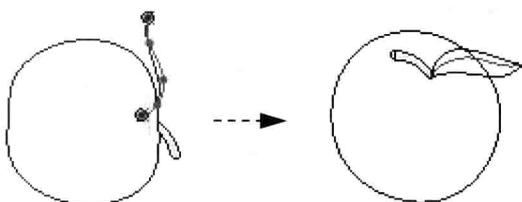

图 1-17 绘制苹果叶的中间轮廓曲线
- (6) 在 FRONT 面上绘制苹果叶的中间轮廓曲线，如图 1-17 所示。